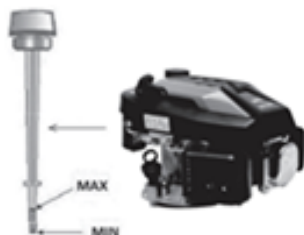

Fig. 6
4. Infilare nuovamente il tappo, attendere qualche secondo e controllare il livello dell'olio, eventualmente rabboccare. Il livello dell'olio deve essere compreso tra il limite superiore (MAX) e inferiore (MIN), vedi Fig. 6.